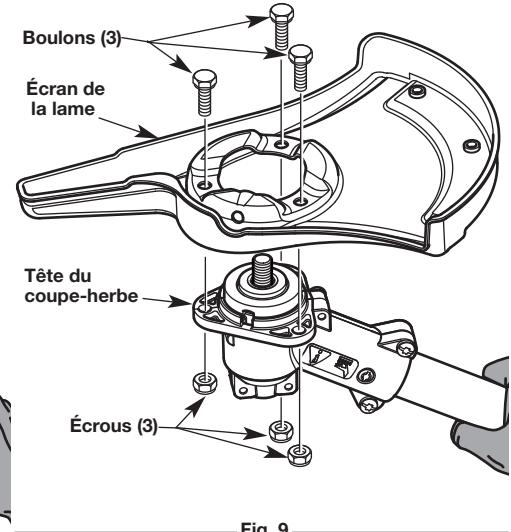

Fig. 9
2. Tenez l'appareil en position d'utilisation (Fig. 9), puis positionnez la poignée en D de manière à assurer une prise idéale.
2. Fixez l'écran de la lame à la tête du coupe-herbe avec les trois boulons et écrous de l'écran à l'aide d'une clé fermée ou d'une clé à douilles de 7/16 po (Fig. 9).
1. Desserrer et enlever les trois boulons et écrous de garde à l'aide d'une clé 7 / 16 pouce fermés ou douille (Fig. 9). Gardez-les avec la lame débroussailleuse pour une utilisation future.